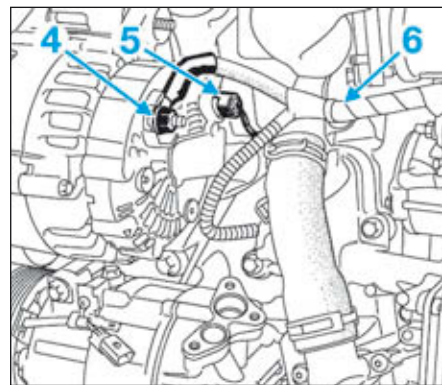

FIG.6
- Déposer l'écrou (4) du faisceau de l'alternateur (Fig.6).
- Débrancher le connecteur (5).
- Dégrafer le faisceau de la durite d'entrée de la pompe à eau (6).